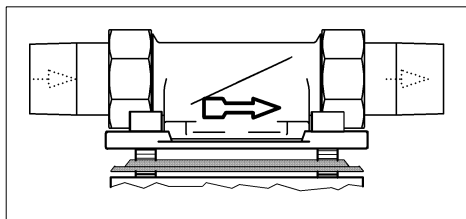

Fig. 1: Bride rotative de montage avec baïonnette
- sens d'écoulement (cf. fig. 1)